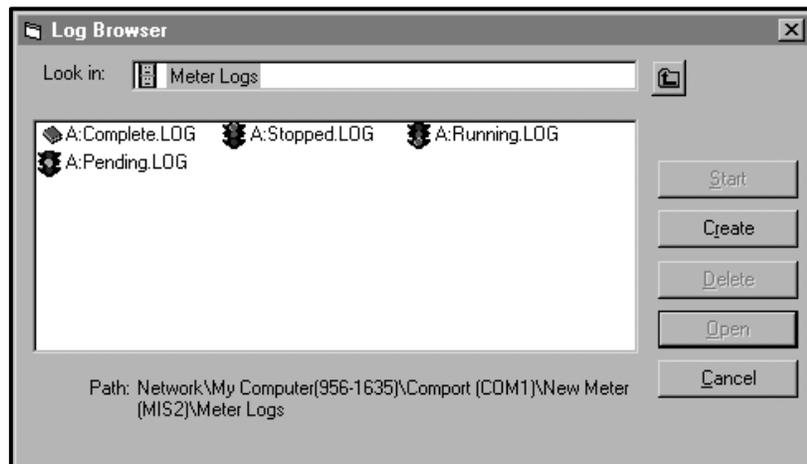

Figura 25: Ventana del explorador de registros
3. Haga doble clic en *PC Logs (Registros del PC)* para acceder a los registros almacenados del PC, o en el nombre del *puerto de comunicación* y el nombre del *medidor* para acceder a los registros almacenados del medidor. En cualquier caso, el *navegador de registros* aparece de forma similar a la Figura 25.